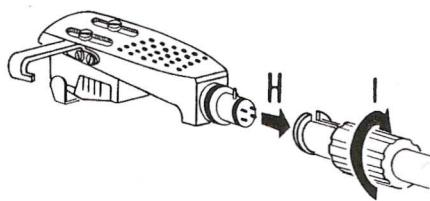

Fig.4. Montering av pickuphode
1.4 Montering av pickuphode (fig. 4)
- Sett tonearmsløfteren (14) i stilling **V**.
- Drei platetallerken rundt i spilleretning mens start/stopp-spaken (13) føres i stilling START. Startfasen vil da begynne og armløfteren vil senke seg.
- Hold balansevekten i posisjon, mens bare skalaringen (5) dreies til 0-merket korresponderer med merket på armen. Deretter dreies balansevekten til skalaen viser det foreskrevne stifttrykk, her 2,5 g. (Skalaen går fra 0-4 gram).
1.4 Assembling the pick up head (fig. 4)